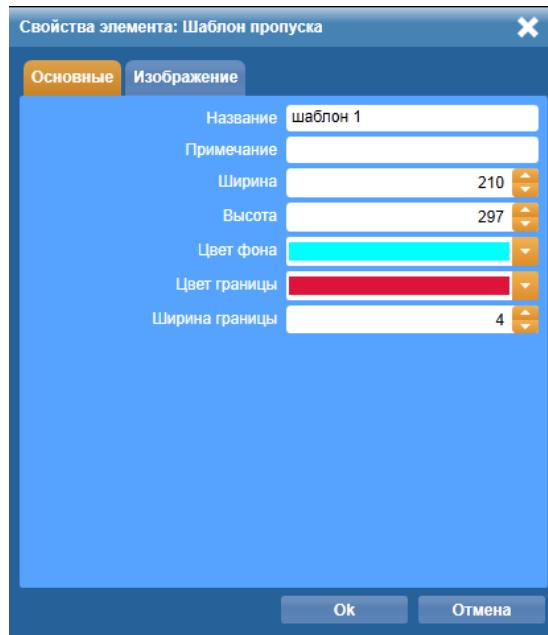

Рисунок 24. Окно **Свойство элемента: Шаблон пропуска** вкладка **Основные**
- На вкладке **Основные** (Рис. 24) ввести основные сведения о шаблоне пропуска:
- 5) Откроется окно **Свойства элемента: Шаблон пропуска** (Рис. 24), процесс редактирования параметров шаблона пропуска в этом окне аналогичен процессу ввода первоначальных параметров, и описан в пункте Создание шаблона пропуска.